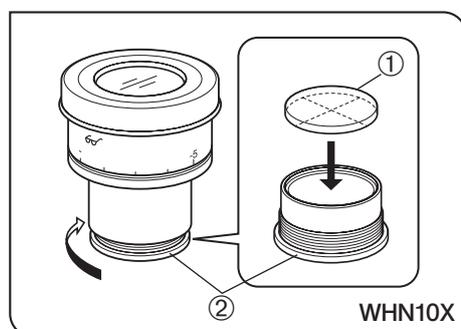

Fig. 12
4 Montar o disco do micrómetro da ocular (fig. 12)
(fig. 12)
DICA • Podem ser inseridos vários discos do micrómetro da ocular nas oculares WHN10X-H, WHSZ15X-H e WHSZ20X-H. Use discos do micrómetro de 24 mm de diâmetro x 1,5 mm. De acordo com a fig. 12, rode a estrutura de suporte do micrómetro ② incorporado na direcção da seta para a retirar da ocular e coloque um disco do micrómetro ① na estrutura de suporte, de modo a que a superfície com a indicação do modelo fique virada para baixo.